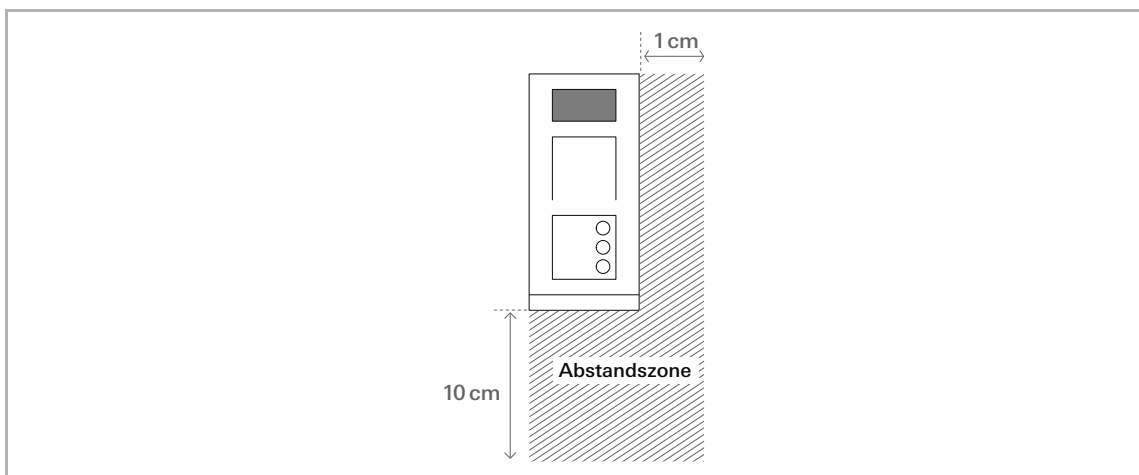
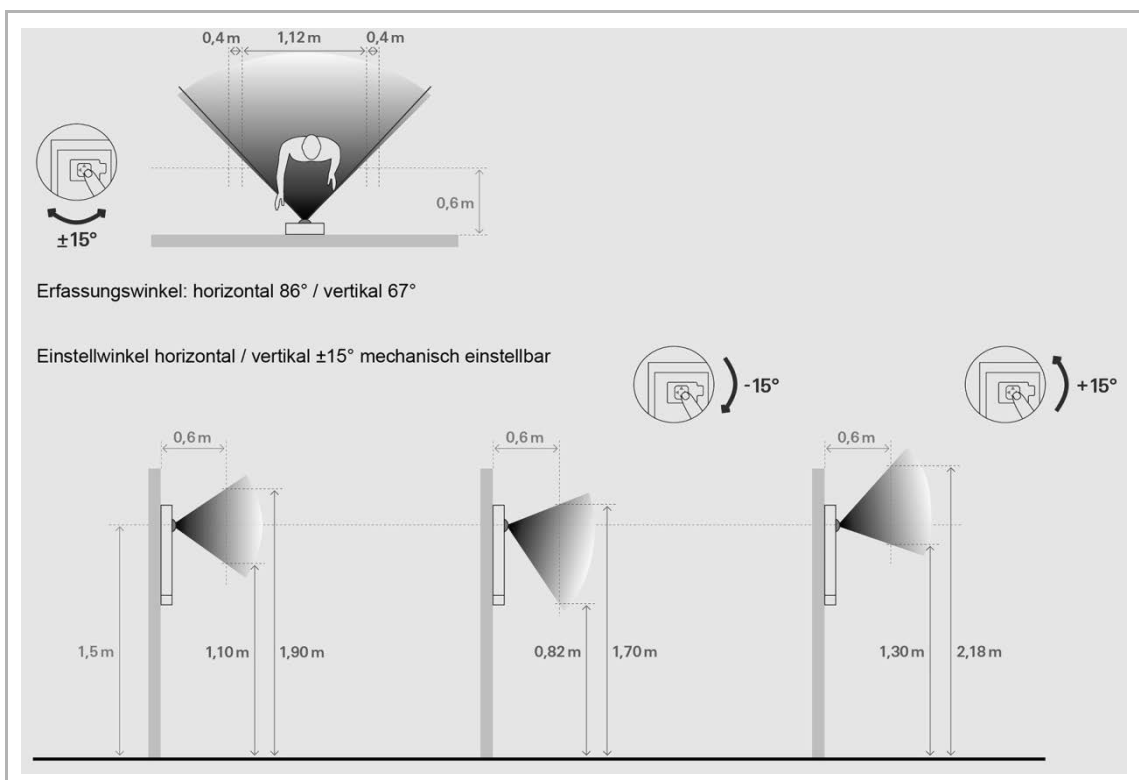

Abb. 4: Zu beachtende Abstandszonen bei der Montage der Außenstation
Abb. 5: Erfassungswinkel der Kamera
3.5 Installation der Außenstationen (Abb. 4, Abb. 5)